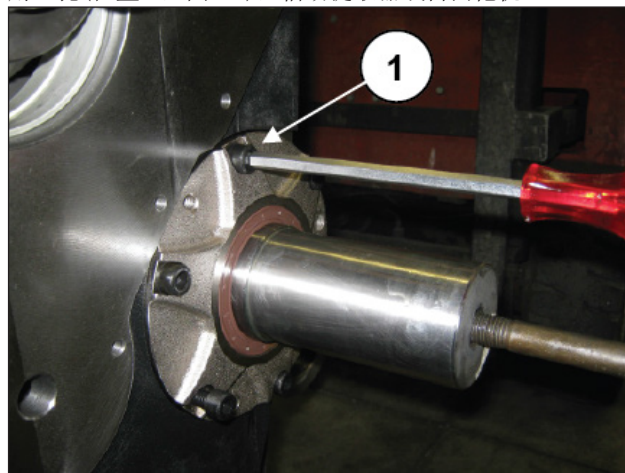
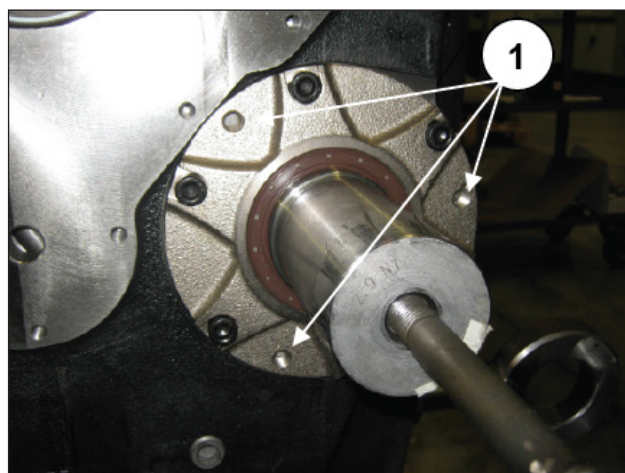

图 9
图 10
拧松右和左动力输出轴轴承盖固定螺栓 (①, 图 9) 并从动力输出轴上取出两个盖子及相关垫圈。为方便拆除, 可使用M8孔 (位置①, 图 10), 借助提取器或自由枪机。